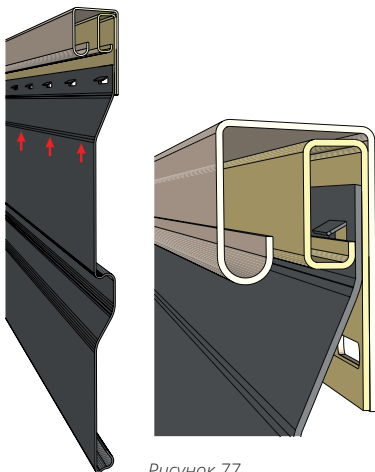

Рисунок 77
- 17.3 Если сайдинг под завершение приходит ближней полкой к обрешетке (рис. 77), подрезанная панель сайдинга с предварительно сделанными насечками, вставляется в финишную планку.